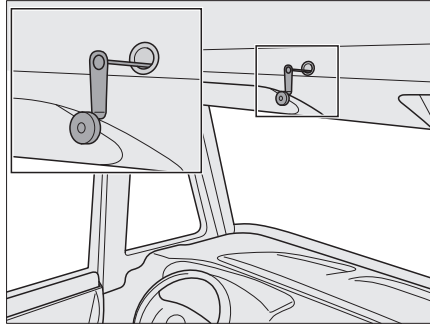

Bild 172 Nödmanövrering för elektrisk höjbar säng
- ▷ Vid strömavbrott kan den elektriska höjbara sängen även manövreras med en nödvev (Bild 172). Veven finns i köksskåpet.